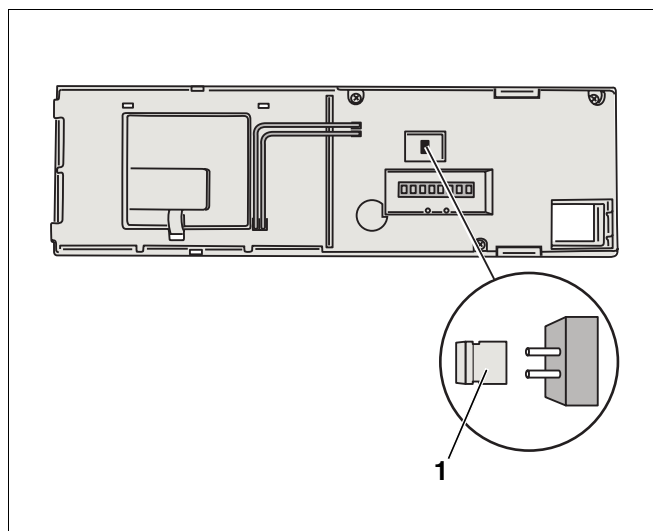

Рис. 4 Задняя сторона главного регулятора BC10
- Снять переключатель (рис. 4, **поз. 1**), если требуется ограничить мощность котла.